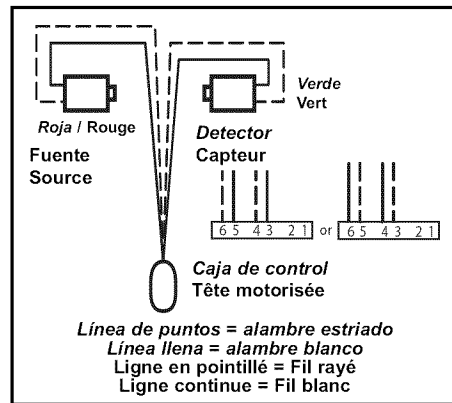

FIG. 4-5a Métodos de alambrado del detector y fuente.
- Corra el alambre de los detectores del Safe-T-Beam® a la caja de control usando el método que se muestra (**Fig. 4-5a**).